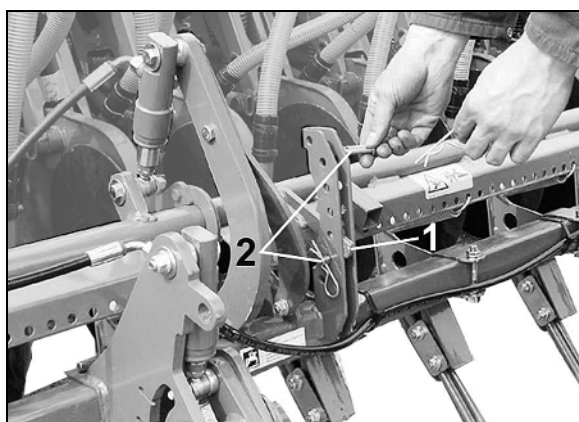

Fig. 96
3. Fjern en af de to ringstifter (Fig. 96/1).